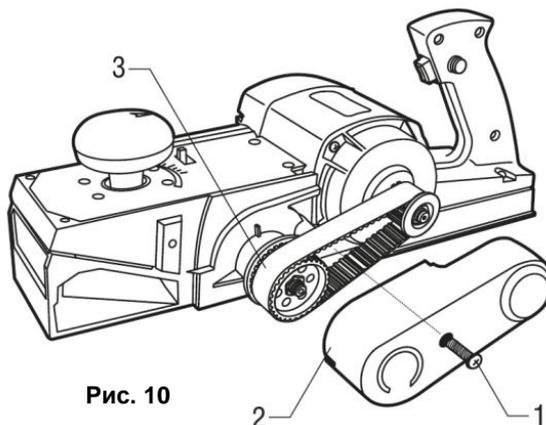

Рис. 10
- Открутите винт крепления кожуха приводного ремня (1)(См. Рис.10).
- Демонтируйте кожух приводного ремня (2)(См. Рис.10).
- Произведите установку нового приводного ремня. Для облегчения установки ремня, сначала установите ремень на ведущий шкив (3)(См. Рис.10), а затем на ведомый шкив.
- После установки нового приводного ремня проверьте правильность и надежность установки ремня, провернув ведущий шкив (3)(См. Рис.10) на несколько оборотов.